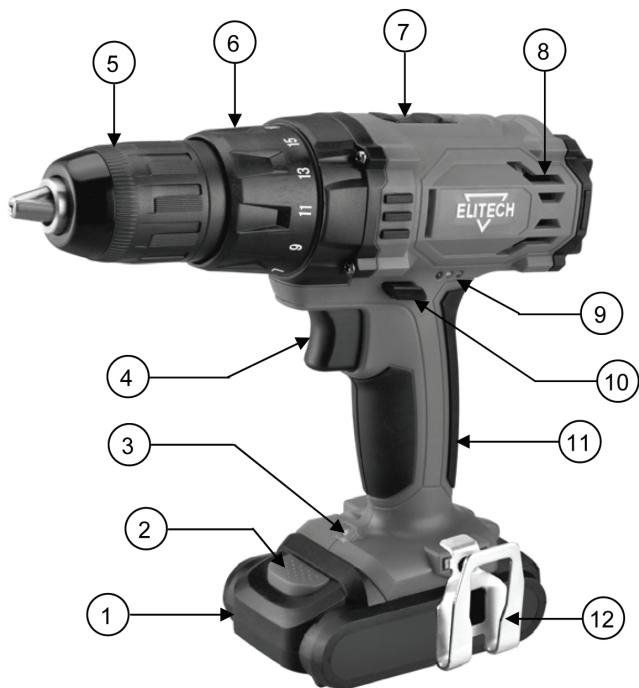

Рис. 1
- Извлеките аккумулятор 1 (Рис. 1) из прибора, нажав на кнопку разблокировки аккумулятора 2 (Рис. 1) и потянув аккумулятор из устройства.
1 способ: Нажмите на выключатель 4 (Рис. 1) и световые индикаторы 9 (Рис. 1) покажут уровень заряда.
Перед установкой аккумуляторного блока в инструмент, всегда проверяйте, что выключатель 4 (Рис. 1) работает надлежащим образом и возвращается в положение «ВЫКЛ», если его отпустить.
Данный инструмент имеет переключатель направления вращения 10 (Рис. 1). Для закручивания/вращения шпинделя по часовой стрелке нажмите на переключатель с правой стороны, против часовой – с левой стороны.
Для изменения скорости вращения шпинделя инструмента, сначала остановите инструмент, затем переведите рычаг переключения скорости вращения 7 (Рис. 1) в положение «2» для высокой скорости или в положение «1» для низкой скорости. Перед эксплуатацией убедитесь в том, что рычаг переключения скорости установлен в надлежащее положение. Используйте надлежащую скорость вращения для Вашей работы.
Крутящий момент затяжки можно регулировать в 18 или 25 положениях, в зависимости от модели инструмента, путем поворота регулировочного кольца 6 (Рис. 1), чтобы его градации совмещались с указателем на корпусе инструмента. Крутящий момент затяжки минимален, когда цифра 1 совмещена с указателем, и максимален, когда цифра 18 или 25 совмещена с указателем.
Аккумуляторная дрель оснащена автоматической блокировкой шпинделя. Для замены рабочей оснастки поворачивайте втулку патрона 5 (Рис. 1) против часовой стрелки. Зажимные кулачки патрона разойдутся. Вставьте оснастку (сверло или биту) в зажимной патрон как можно глубже. Затем поворачивайте втулку патрона по часовой стрелке для затяжки кулачков патрона. Крепко затягивайте оснастку в патроне, чтобы она не вылетела из патрона в процессе работы.
Аккумуляторная дрель оснащена светодиодной подсветкой 3 (Рис. 1), которая активируется каждый раз, когда происходит нажатие на выключатель 4 (Рис. 1) и продолжает гореть в течение 3 секунд после того, как Вы отпустили выключатель. Луч света направлен на рабочую зону и освещает ее при недостаточном освещении.